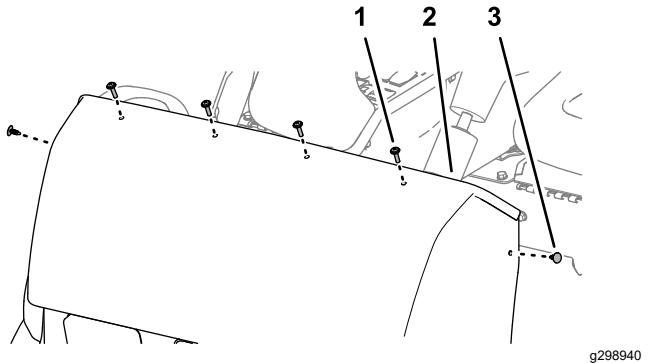

Figura 61
5. Remova os quatro parafusos de cabeça chata Phillips (¼ x 1 pol.) que prendem o capot ao suporte do painel de instrumentos (Figura 61).
6. Retire os dois fixadores de pressão que prendem o capot ao suporte do painel de instrumentos (Figura 61).